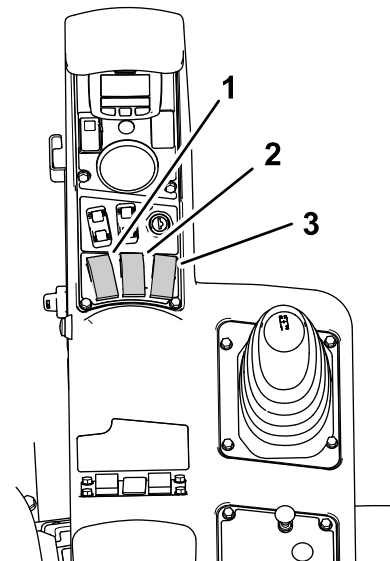
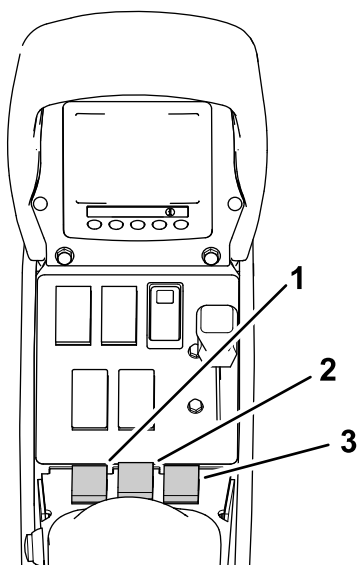

Figure 64
Figure 65
1. Réglez les 3 interrupteurs de section (situés dans la console de commande de la machine) à la position ACTIVÉE (Figure 64 et Figure 65).